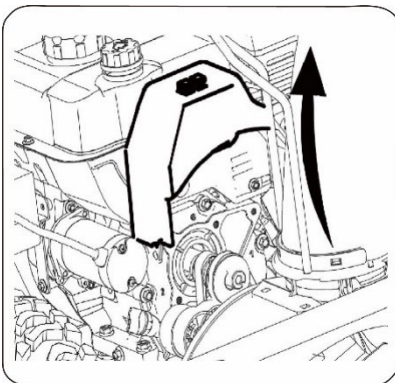

Bild 21
1. Ta bort remskyddet på motorns framsida genom att lossa de två självgående skruvarna. Se bild 21.